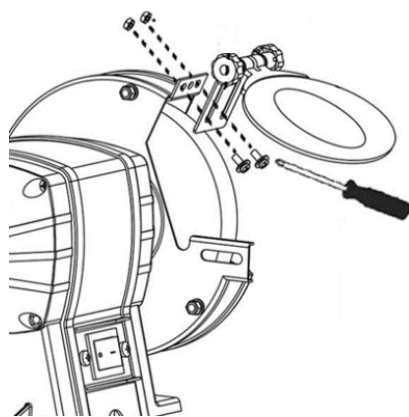

Fig. 2
- Allineare il parascintille (7) come illustrato in Fig. 2.
- Fissare la staffa sulla protezione della mola (6) con le viti e i dadi in dotazione.
- La distanza tra la mola (8) e la staffa del parascintille non deve essere maggiore di 2 mm.